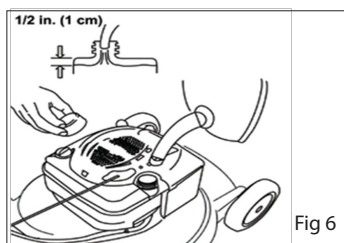

Fig 6
- Versez lentement le carburant dans le réservoir à l'aide d'une canne de remplissage ou d'un entonnoir. Fig 6